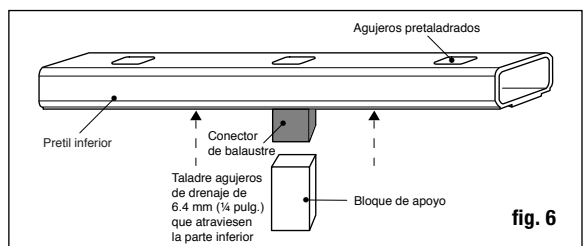

fig. 6
**Paso 7** Encuentre el centro de la cara inferior del barandal inferior y sujete el conector de balaustre incluido al bloque de apoyo usando el tornillo incluido. Consulte los requisitos del código de construcción para ver el espacio máximo entre la superficie de la terraza y la parte inferior del barandal; recomendamos 7.6 (3 pulg.) pero puede ser menos si lo desea. Si es necesario, recorte el bloque de apoyo a la altura determinada (fig. 6) **Taladre dos agujeros de drenaje de 6.4 mm (1/4 pulg.) que atraviesen la parte inferior del larguero, para evitar la acumulación de agua. Centre los agujeros de drenaje entre las posiciones de dos balaustres, ya que el balaustre puede bloquear el canal y evitar que el agua se drene correctamente.**